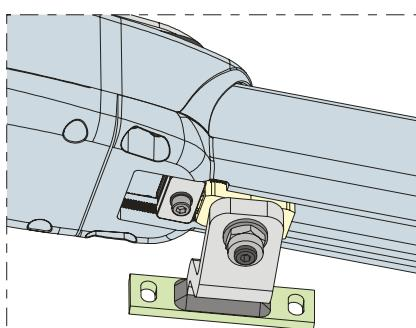

Рис. 18
- 4) Подведите стопор к фиксатору, как показано на Рис.18.